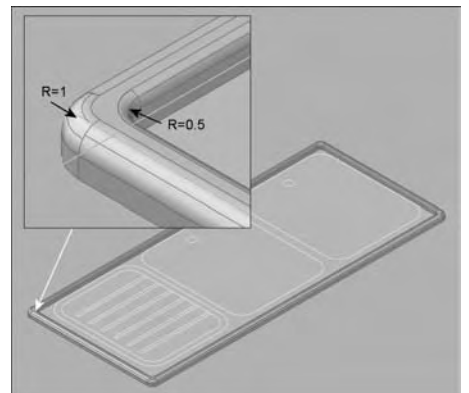

Fig.18.3
- 8 Faites de même pour le contour intérieur avec un rayon de 0.5 cm (fig.18.3).